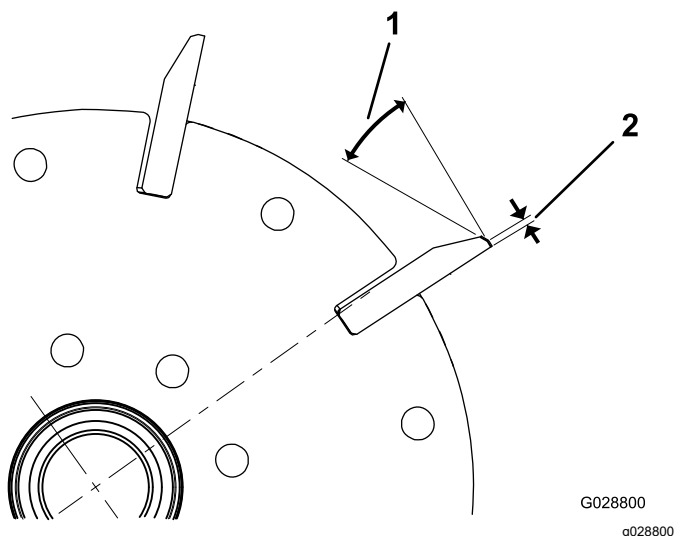
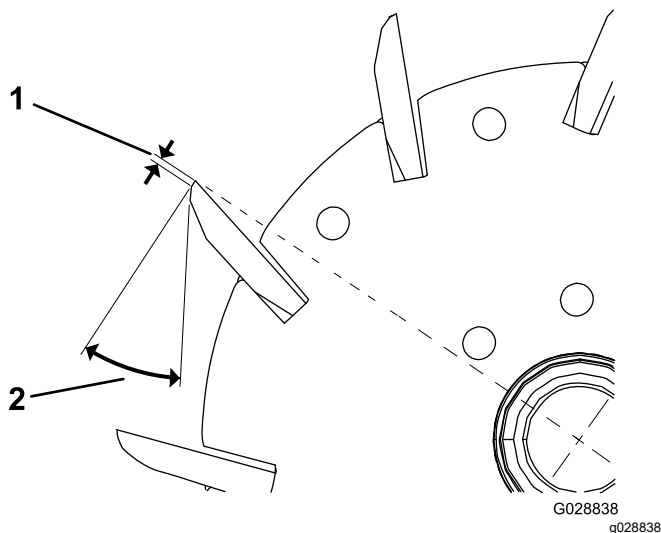

図 23
図 24
1. 全部のリール刃に 30°の角度で2番削りを行って、ランド部の幅を 1.3 mm にしてください 図 23と図 24。